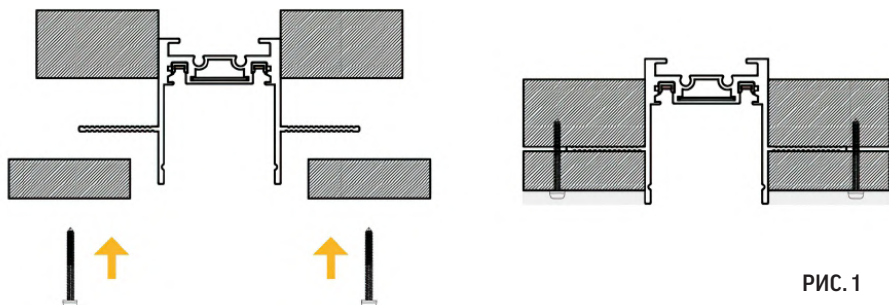

РИС. 1
- ▶ 1.1. Шинпровод для монтажа в гипсокартонный потолок может быть установлен с использованием двух слоев гипсокартона. (Рис. 1)